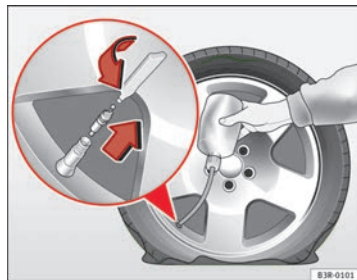

Fig. 201 Efectuar la reparación
- Retire la caperuza de la válvula del neumático y desenrosque el obús de la válvula con el útil que se suministra ⇒ fig. 201.